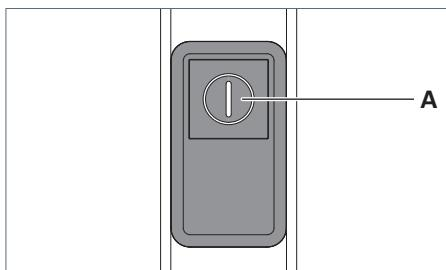

Fig. 19: Elemento di comando.
- ▶ Premere il tasto **A** sette volte in rapida successione, vedere Fig. 19.
- ▶ Premere il tasto **A**, vedere Fig. 19.
- ▶ Premere il tasto **A** e mantenerlo premuto, vedere Fig. 19.